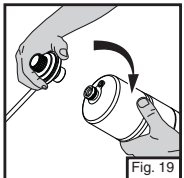

Fig. 19
- Quite el cilindro de propano del regulador y coloque el tapón protector al cilindro. (Fig. 19)